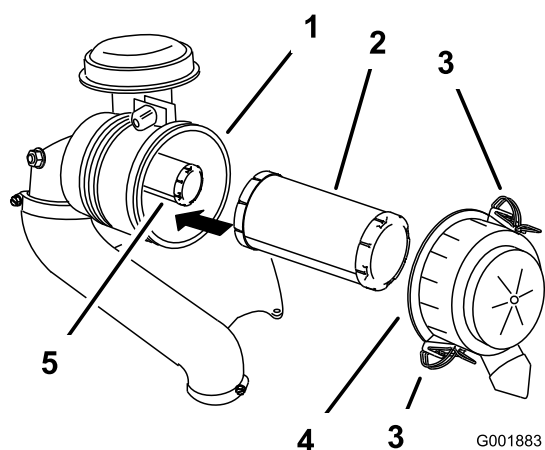

Figura 44
3. Rilasciate i dispositivi di fermo del filtro dell'aria e togliete il coperchio dal corpo del filtro (Figura 44).
- Montate con cautela il filtro primario sul filtro di sicurezza (Figura 44).
- Montate il coperchio del filtro dell'aria e chiudete i fermi (Figura 44).
- Estraete con cautela il filtro primario dal corpo del filtro dell'aria (Figura 44).
- Se sostituite il filtro interno, inseritelo con cautela nel corpo del filtro (Figura 44).